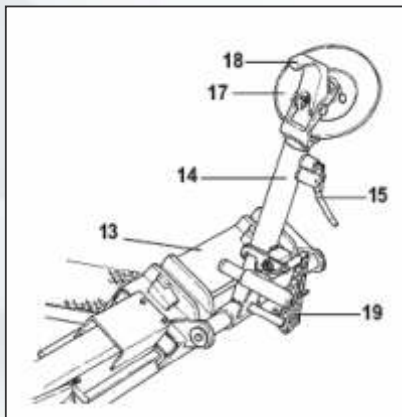

Рисунок 22
- 3) *Убедитесь в том, что съемный рычаг находится с боковой стороны колеса. Если нет, нажмите на рычаг 19 (рис.22) и поверните его на 180°.*
1) Установите кронштейн съемного рычага 14 (рис.22) в не рабочее положение. Подведите его к внешней стороне колеса и установите рычаг.
2) Вращайте колесо и одновременно вставляйте съемный рычаг 18 (рис.22) между ободом и бортиком, пока он не зафиксируется в этом положении.
7) Убедитесь в том, что съемный рычаг установлен на боковой стороне колеса. Если нет, нажмите на рычаг 19 (рис.22) и поверните его на 180°.
12) Рукояткой 19 (рис.22) поверните съемный рычаг на 180°.
21) Установите кронштейн съемного рычага 14 (рис.22) в рабочее положение.
3) Опускайте кронштейн зажимного устройства 14 (рис.22), пока оно не зафиксируется в нужном положении.
8) Отведите кронштейн съемного рычага 14 (рис.22) от обода. Отпустите рукоятку и установите кронштейн в не рабочее положение.
9) Нажмите на рычаг 19 (рис.22) и поверните лапку съемного рычага на 180°, которая при этом автоматически зафиксируется. Установите кронштейн в рабочее положение.